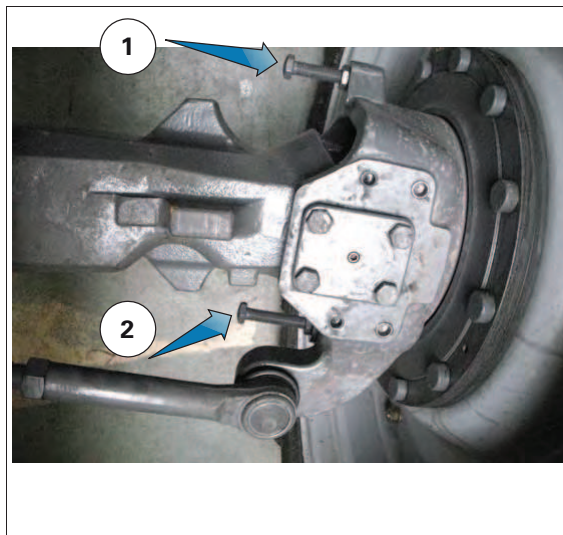

Fig. 4.
3. Empiece ajustando, en la rueda delantera, el tornillo de tope trasero del lado que presente mayor riesgo de entrar en contacto con el entorno inmediato *fig. 4*; mueva el eje en toda su longitud hasta que toque el tope del movimiento pendular para ajustar el tornillo de tope al mismo tiempo que se mantiene una holgura mínima de 40 mm entre el neumático y el punto más cercano (por ejemplo: chasis/implementos).
5. Repita las operaciones de ajuste (3) y (4) para ajustar el resto tornillos de tope.